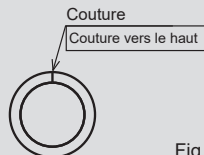

Fig.6-7
- Enveloppez le matériau isolant avec la couture vers le haut. (Voir Fig.6-7)